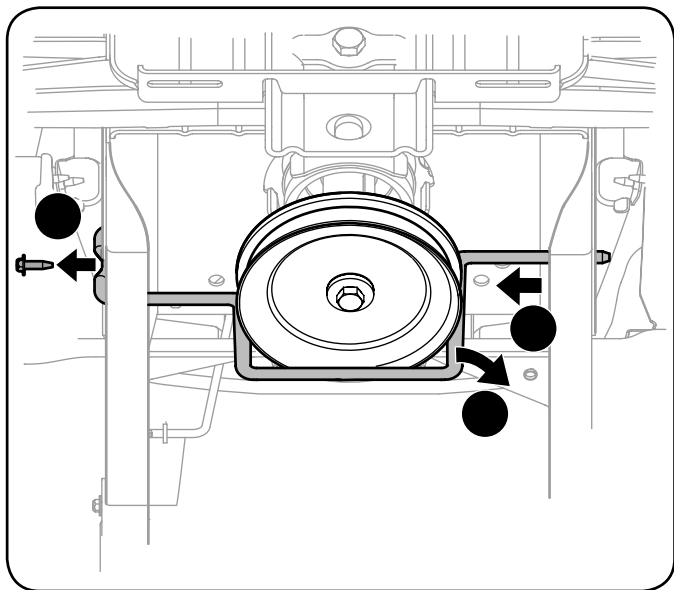

Рисунок 3-9
9. Если ваш трактор имеет ручную систему управления режущим механизмом и ограничитель приводного ремня не был демонтирован с трактора при снятии платформы режущего механизма, демонтируйте его перед выполнением следующего этапа сборки (см. рис. 3-9).